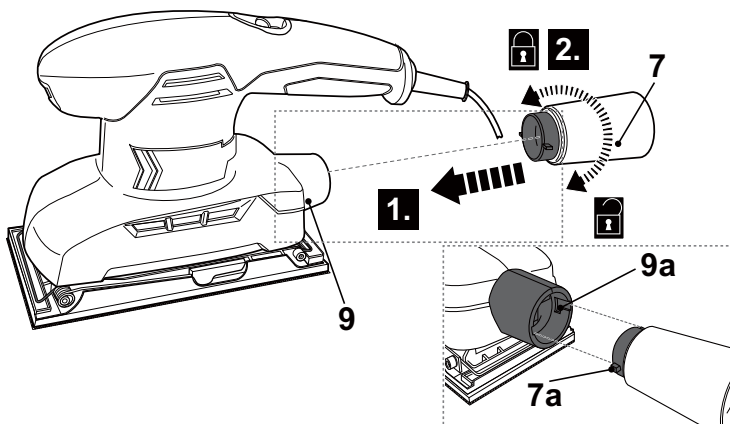

Fig. 12
- > Alinhe as linguetas (7a) com as ranhuras (9a) e depois, insira o adaptador de aspiração (7) na saída de extração do pó (9) até ao fundo (Fig. 12, passo 1).
- > Rode o adaptador de aspiração (7) para a direita para fixá-lo na posição (Fig. 12, passo 2).